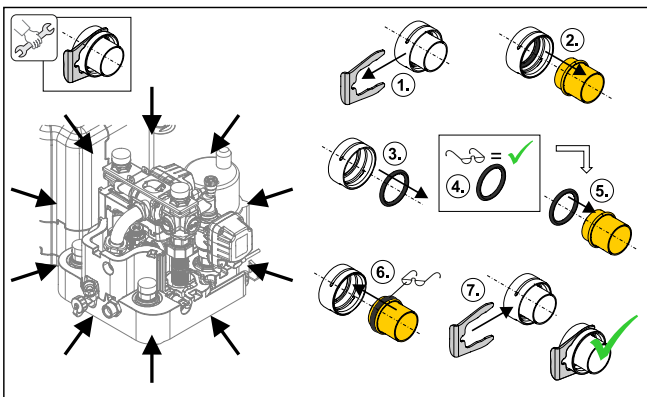

Bild 14-18 Hydraulik-Steckverbindungen
- O-Ringe nach der Demontage bzw. vor der Montage einer Steckverbindung immer auf dem einzusteckenden Teil platzieren (siehe Bild 14-18).